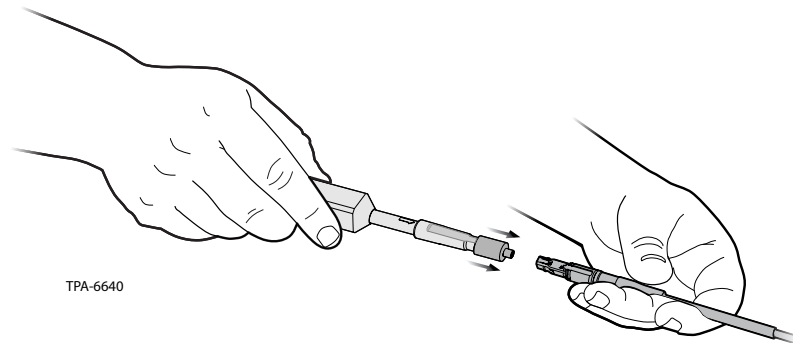

Figure 4
Étape 4: Insérer avec précaution la ferrule du connecteur dans l'adaptateur de l'outil jusqu'à ce que ce dernier butte contre l'extrémité du connecteur (Figure 4).